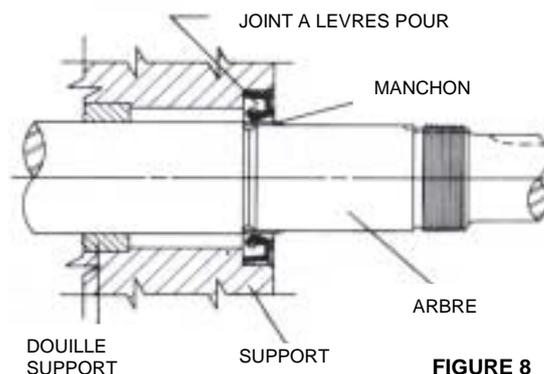

FIGURE 8
2. Installez le joint à lèvres dans le support. Voir Figure 8.